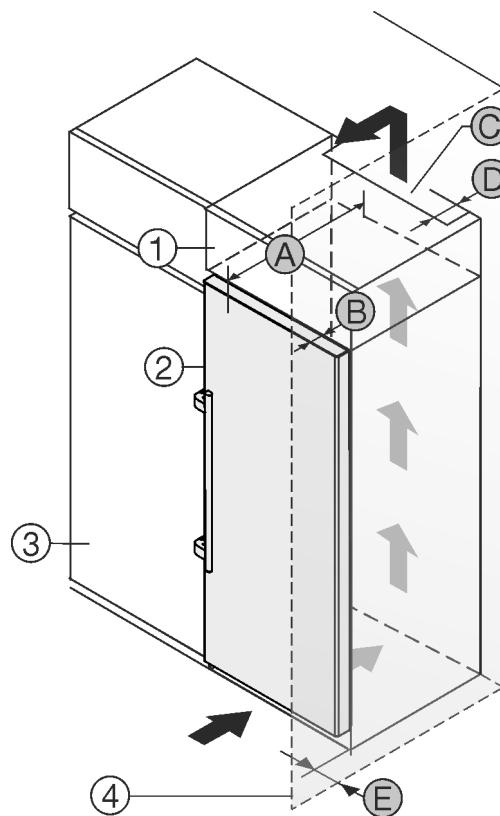

Fig. 1
Puede colocar el electrodoméstico directamente al lado del armario de cocina Fig. 1 (3).
En la parte trasera del armario superior debe haber una cámara de salida de aire con una profundidad Fig. 1 (D) que abarque toda la anchura del armario.
Bajo el techo de la estancia debe mantenerse la sección transversal de ventilación Fig. 1 (C).
Si el electrodoméstico se instala con las bisagras junto a una pared Fig. 1 (4), la distancia entre el electrodoméstico y la pared debe ser de como mínimo 57 mm. Esto equivale al saliente del tirador con la puerta abierta.
Para poder abrir totalmente la puerta, el electrodoméstico debe sobresalir la profundidad de la puerta Fig. 1 (B) respecto del frente del armario de cocina. El electrodoméstico puede sobresalir más en función de la profundidad de los armarios de cocina Fig. 1 (3) y del uso de distanciadores de pared.